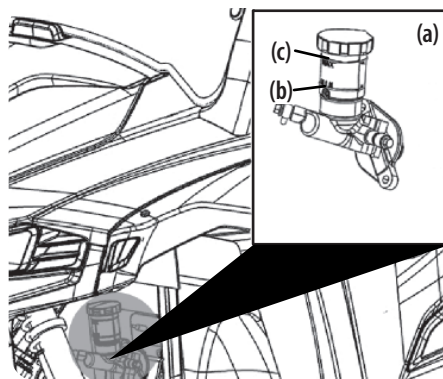

Figure 5-15
1. Vérifiez que le niveau du liquide de frein (a) est à la marque minimum (b). Voir Figure 5-15.